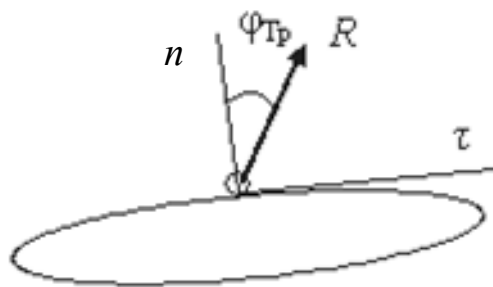

Рис. 13
26. Угол между вектором реакции шероховатой поверхности и нормалью к этой поверхности (рис. 13).